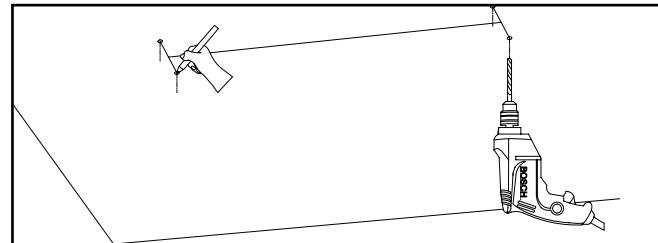

Figure 10.
4. Suspendez le câble d'aéronef avec les ancrages appropriés. (Ancre non inclus). Voir les figures 10 à 14.